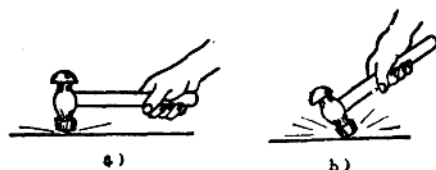

图2-7 锤子的使用
(1) 使用方法：在使用锤子时，手要握紧锤柄后端（锤柄尾端露出15~30mm为宜），拇指压在食指上，虎口对准锤头，握时要松紧适度，这样使用时才能灵活有力。击锤时要靠手腕的运动，眼睛要注视着工作物，锤头面和工作面平行，这样才能使锤面平整地打在工作面上，如图2-7 a所示。
3) 击锤时，不要将锤面与工作面倾斜，如图2-7 b所示。